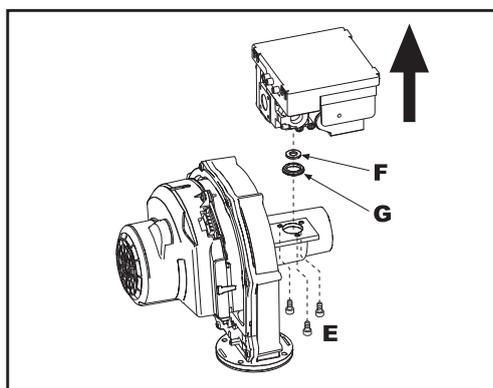
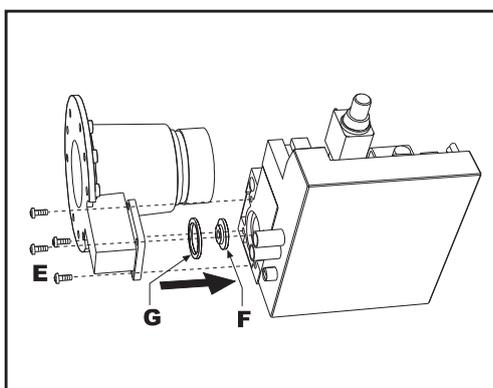

рис. 57 - Модель ENERGY TOP B 80 - 160
рис. 58 - Модель ENERGY TOP B 125 - 250
7. Открутите винты “Е” (рис. 57 модель ENERGY TOP B 80 - 160 и рис. 58 модель ENERGY TOP B 125 - 250) и демонтируйте газовый вентиль.
8. Снимите газовую форсунку “F” (см. рис. 57 для модели ENERGY TOP B 80 - 160 и рис. 58 для модели ENERGY TOP B 125 - 250) и замените ее с форсункой, находящейся в комплекте для перенастройки, вставив последнюю в уплотнительное кольцо “G”. Установите на место ранее демонтированные детали, затем проверьте систему на отсутствие утечек.